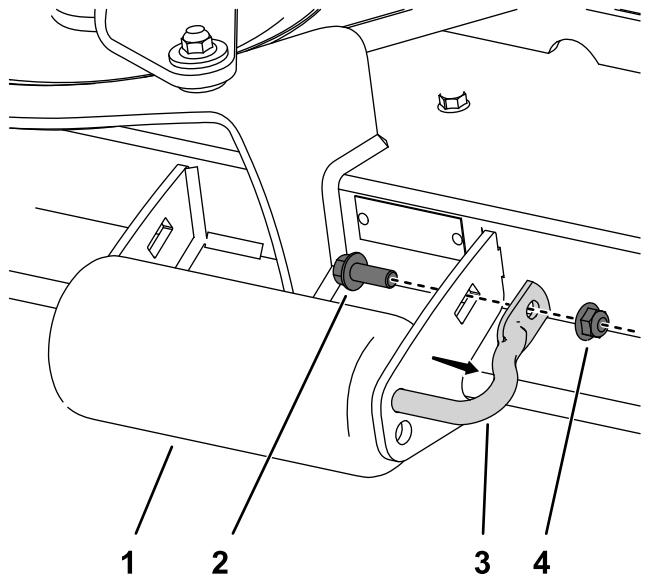

Bild 15
1. Nehmen Sie die Befestigungen von den Rollenwellen ab (**Bild 15**).